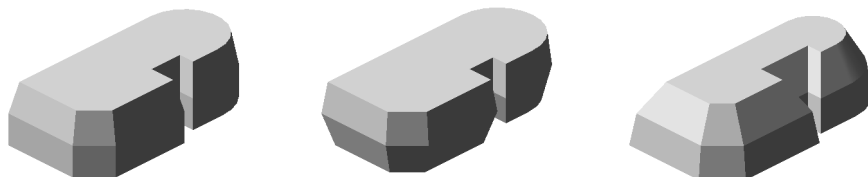

Рис. 80.4. Выдавливание в двух направлениях с различными параметрами уклона
- ▼ При выдавливании в двух направлениях указанные параметры требуется ввести дважды — и для прямого, и для обратного направления (рис. 80.4).